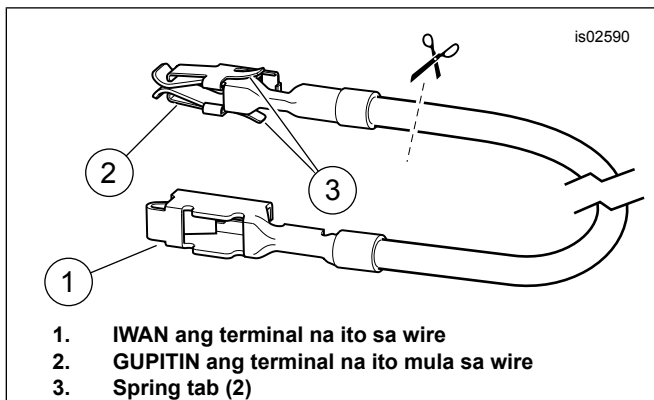

Figure 6. Fuse Block Adapter Wire
4. Kunin ang kulay orange/puting fuse block adapter wire (10) mula sa kit. Tandaan ang terminal sa bawat dulo (tingnan ang Figure 6 . Ang terminal lang na **WALANG spring tab** ang magkakasya sa fuse cavity. Dahan-dahang putulin ang terminal na **MAY** mga spring tab mula sa wire at itapon ito.